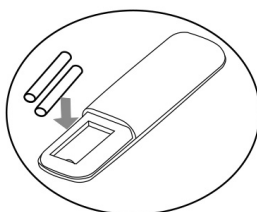

Fig.2
- Inserire due nuove batterie, facendo attenzione alla polarità (fig. 2).